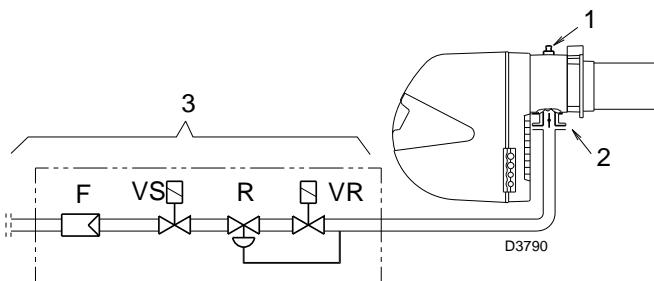

Fig. 21
Pression du gaz mesurée à la prise 1)(Fig. 21), avec chambre de combustion à 0 mbar;
Perte de charge vanne papillon gaz 2) (Fig. 21) avec ouverture maximale: 90°.
Perte de charge rampe 3)(Fig. 21) comprenant:
- soustraire de la pression du gaz à la prise 1)(Fig. 21) la pression chambre de combustion.
$$\begin{aligned} \text{Pression de gaz à la prise 1)}(\text{Fig. 21}) &= 14,1 \text{ mbar} \\ \text{Pression chambre de comb.} &= 2 \text{ mbar} \\ 14,1 - 2 &= 12,1 \text{ mbar} \end{aligned}$$
Pour connaître la pression de gaz nécessaire sur la prise 1)(Fig. 21), une fois établie la puissance MAX. à laquelle on veut faire fonctionner le brûleur:
- Lire sur la droite, colonne 1, la pression à la prise 1)(Fig. 21).
Pression nécessaire à la prise 1)(Fig. 21).